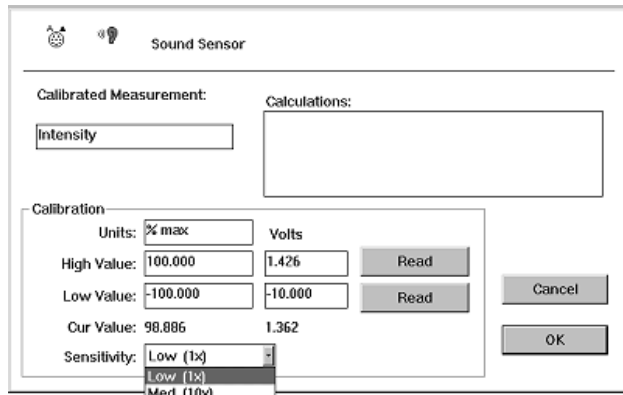

Рис. 5 Диалоговое окно калибровки и регулировки коэффициента усиления (чувствительности) датчика звука в программе *Science Workshop*.
- ② Чувствительность (коэффициент усиления) каналов А и В интерфейсных устройств моделей 300, 500 и 700 в программе *Science Workshop* можно изменять, выбрав нужный вариант ее уровня из выпадающего меню (рис. 5). Если амплитуда сигнала напряжения на выходе аналогового датчика звука превосходит 1 В, то стоит выбрать уровень чувствительности «Low (1x)» (Низкий). Если напряжение сигнала на выходе датчика звука колеблется в диапазоне от +1 В до -1 В, выберите уровень чувствительности «Medium (10x)» (Средний). Для интерфейсного устройства *Science Workshop 700* появляется возможность выбора уровня чувствительности «High (100x)» (Высокий) в случае, если напряжение на выходе датчика колеблется в диапазоне от +0,1 В до -0,1 В. *Руководство пользователя Science Workshop* содержит более подробную информацию о калибровке и регулировке уровня чувствительности.